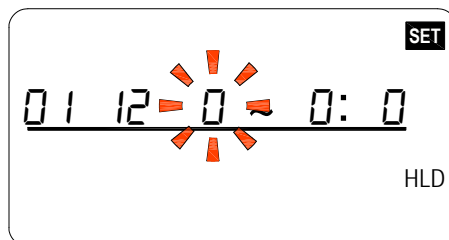

Abbildung 32
7. Drücken Sie  um die Monateinstellungen zu speichern. Die Anzeige zeigt nun den gesetzten Startmonat und das Tagesfeld blinkt, siehe Abbildung 32.